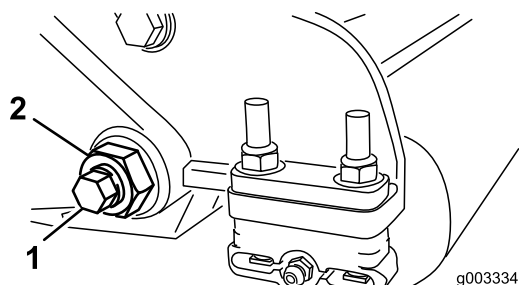

Figura 27
3. Desaperte a porca de bloqueio que segura a cavilha da barra de apoio, em cada um dos lados da máquina (Figura 27).
4. Remova cada uma das cavilhas da barra de apoio, de modo permitir puxá-la e retirá-la da máquina (Figura 27).